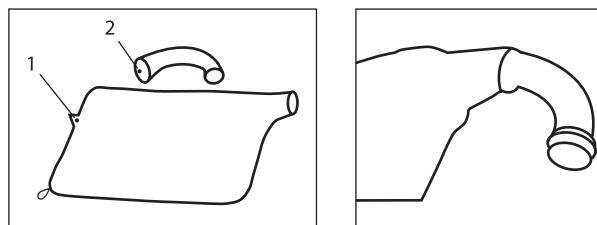

Рис. 5
4. Установите разгрузочную трубу 2 утолщенным концом в мешок для мусора 1 и закрепите с помощью липучки (рис. 5).